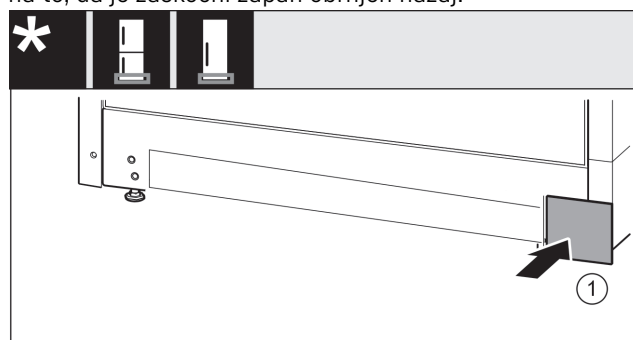

Fig. 17
- ▶ Pokrov Fig. 17 (1) ponovno namestite na drugi strani.